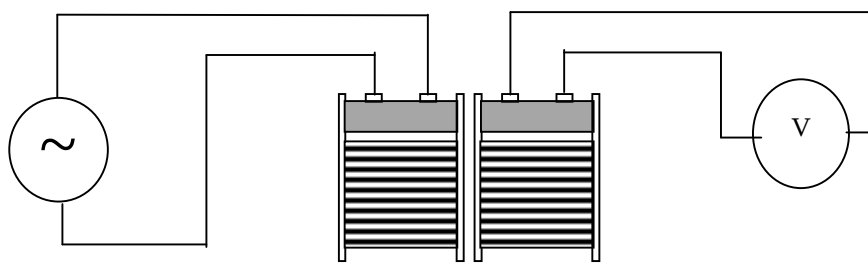

FIGURA 10.1. Montaje para estudiar el comportamiento de un transformador en vacío.
- Arme el circuito mostrado en la Figura 10.1